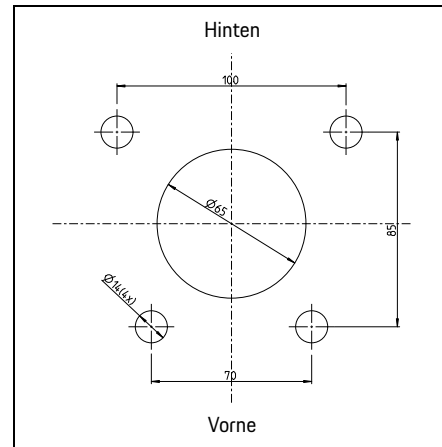

Abb. 2: Bohrmaße
- ▶ Maßangaben für Ankerstangen siehe Abb. 2.